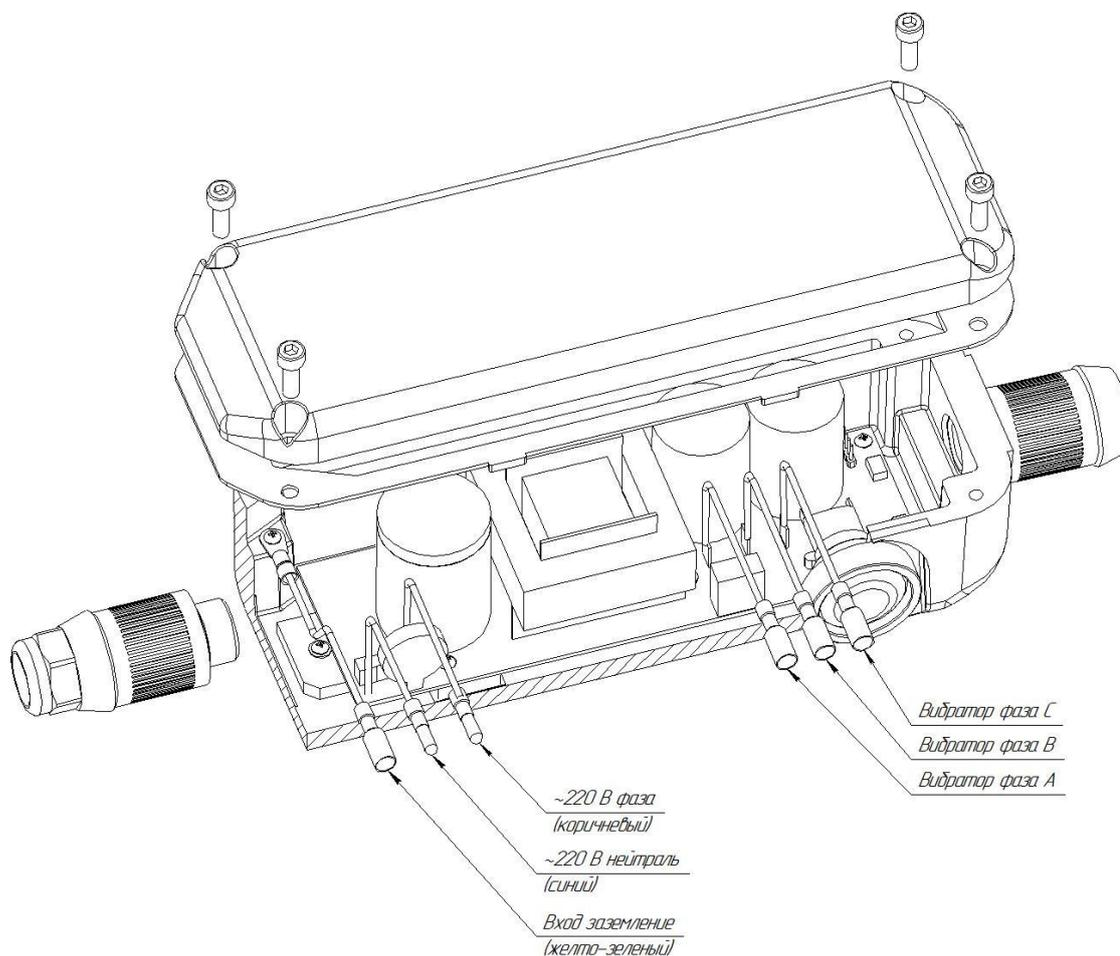

Рисунок 1.
5) Подключить внешние провода к преобразователю в соответствии с рис. 1